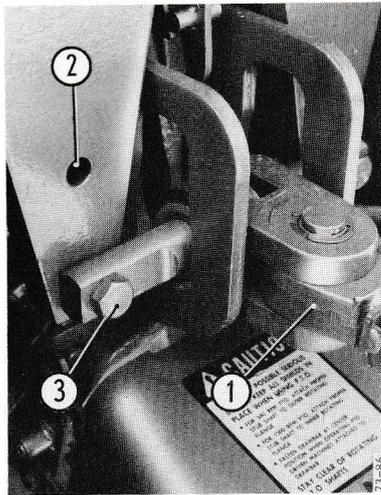

Fig.21 - Fixation de la barre supérieure d'attelage
- La barre d'attelage supérieure se fixe sur une patte genre cardan 1 figure 21, monté sur un axe fixé sur le ressort de contrôle par deux vis.
Les gros outils a attelage trois points ont un pylône d'attelage de 559mm. Avec de tels outils, le cardan devra être fixé dans le trou supérieur 2 figure 21.
Avec les outils 3 points dont la hauteur du pylône est de 457mm ou inférieure, fixer le cardan à la position inférieure 3 fig.21
*Pour s'assurer que l'axe est fixé du côté convenable, mesurer le jeu entre l'axe et la face arrière de la lumière. Ce jeu doit être compris entre 9,5 et 11mm lorsque l'axe est aux trous inférieurs. La figure 21 montre où doit être mesurée cette distance.*